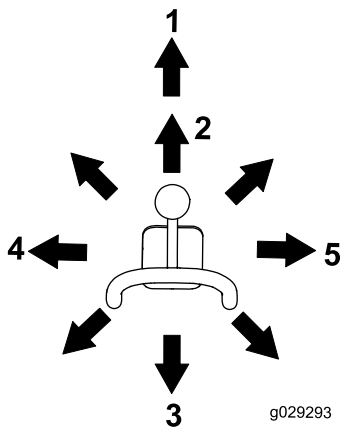

Bild 10
- Drücken Sie den Hebel langsam nach rechts, um das Anbaugerät nach vorne zu kippen (Bild 10).
- Drücken Sie den Hebel langsam nach links, um das Anbaugerät nach hinten zu kippen (Bild 10).
- Drücken Sie den Hebel langsam nach vorne, um die Hubarme abzusenken (Bild 10).
- Drücken Sie den Hebel langsam nach hinten, um die Hubarme anzuheben (Bild 10).
- Drücken Sie den Hebel ganz nach vorne, um die Hubarme in die Schwebestellung zu bewegen (Bild 10).